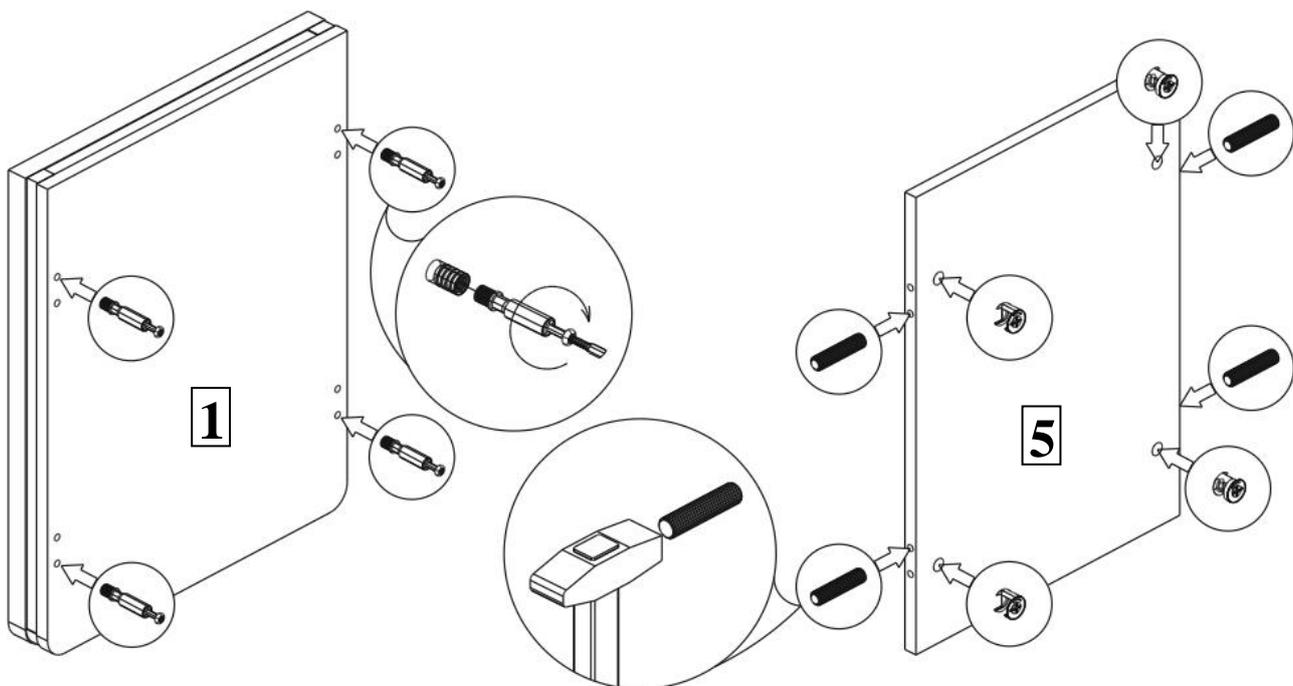

Рисунок 7.
7. Вкрутите дюбеля метрические в указанные отверстия детали (поз. 1). Вбейте шканты и установите эксцентрики 16мм в указанные отверстия деталей (поз. 5). См. рисунок 7.